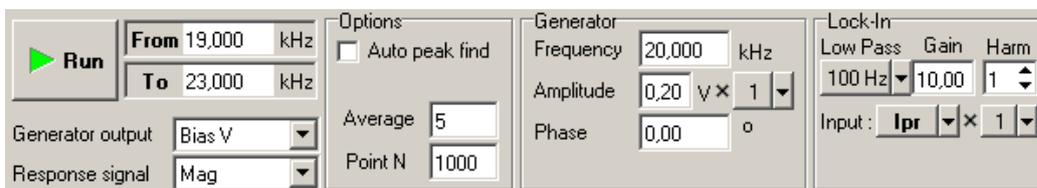

Рис. 10-37
- Перейдите на вкладку **Resonance** (Рис. 10-37).